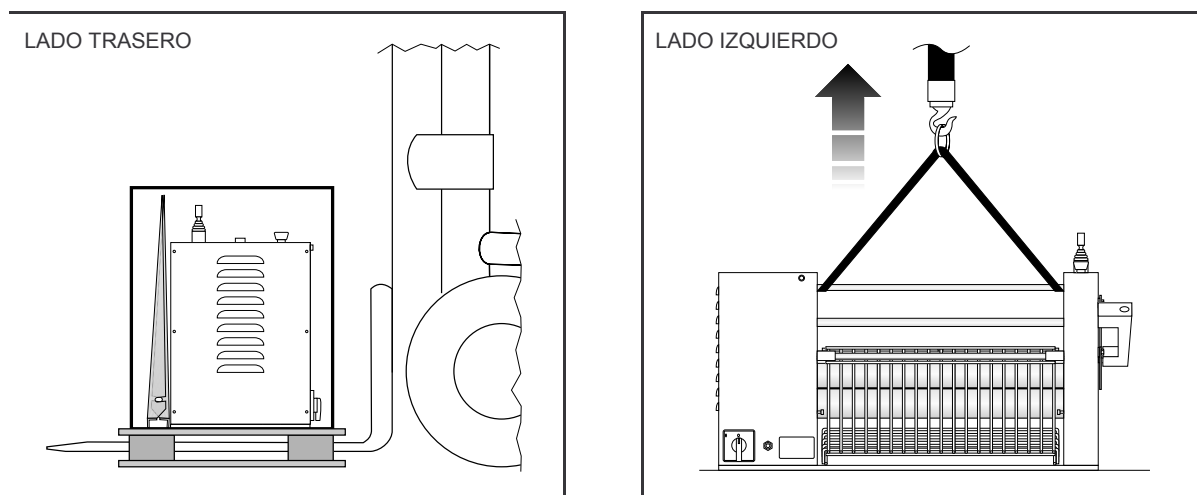

FIG.5 (Levantamiento de la máquina)
- 1- Quitar la cajita lleva harina (**FIG.2A-Ref.10**) tramite los dos tornillos posicionados a los lados. Introducir los embragues o las cuerdas adecuadas al empleo (conformes a la normativa en vigor) bajo los tirantes de las espaldas (**Ver FIG.5**);